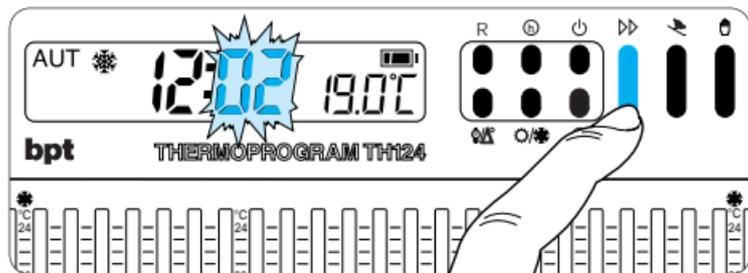

Fig. 16
5.2 - Premere il pulsante **⏪** (fig. 16) sino a che